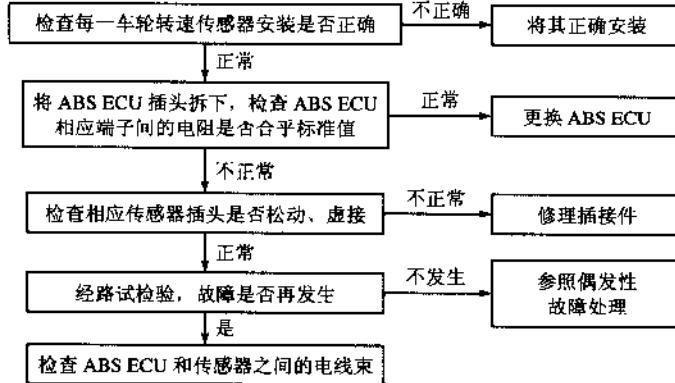

图 8.6 转速传感器的故障检查与排除 (二)
① 传感器插接器或线圈开路。
② 传感器线圈短路。
- ③ 传感器插头或线束与搭铁或电源短路。
- ④ ABS ECU 传感器信号处理电路有故障。
- ⑤ 传感器漏装或间隙过大。
- (6) 故障码为 00283、00285、00290、00287 时的检查排除步骤。如图 8.6 所示。